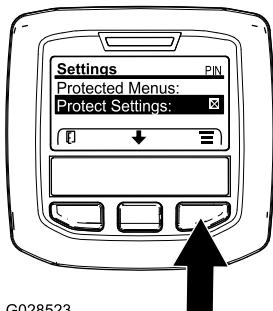

Bild 31
1. Greifen Sie auf die geschützten Menüs zu und entsperren Sie das Untermenü „geschützte Einstellungen“ (Bild 31), siehe Zugreifen auf die geschützten Menüs \(Seite 19\).